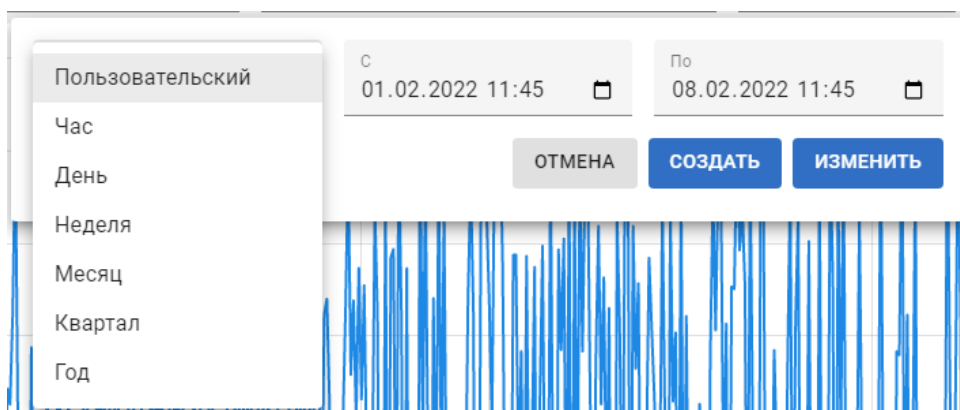

Рисунок 34 — Настройка периода отображения данных
2. Поле «Периоды» - позволяет задать периоды, за которые должны отображаться параметры. Позволяет добавить несколько периодов (рисунок 34);